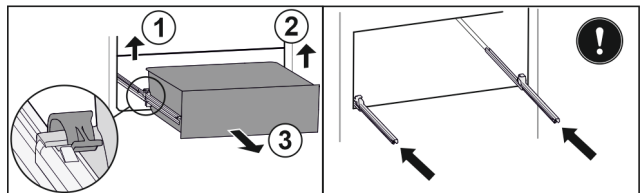

Fig. 219
- ▶ Підняти лівий затискач і одночасно висувний ящик ліворуч потягнути вперед. Fig. 219 (1)
- ▶ Підняти правий затискач і одночасно висувний ящик праворуч потягнути вперед. Fig. 219 (2)
- ▶ Вийняти висувний ящик рухом вперед. Fig. 219 (3)